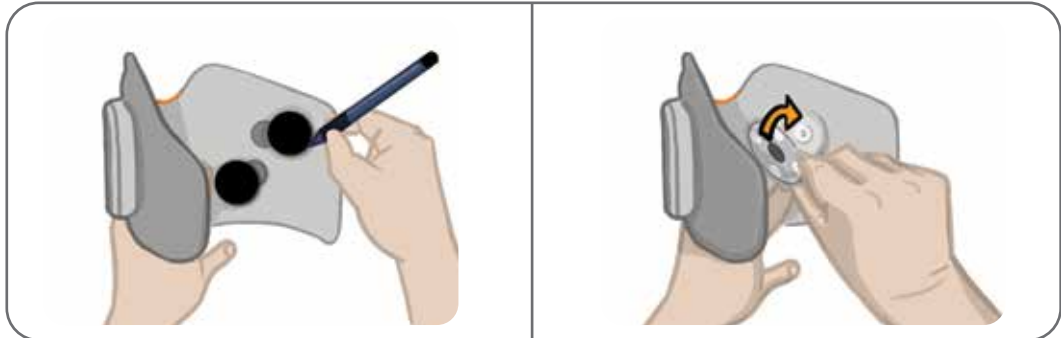

Abbildung 8-7: Position der Elektrodenbasis markieren (links)
2. Markieren Sie die Position der gebrauchten Elektrodenbasen mit einem wasserfesten Stift auf dem Innenfutter der Unterschenkelmanschette. Siehe Abbildung 8-7.